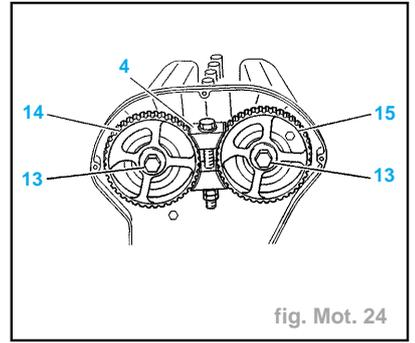

fig. Mot. 24
**Impératif :** Tout serrage ou desserrage des poulies d'arbres à cames doit être effectué à l'aide de l'outil (4).
- Sans déposer les piges (6) :
- mettre en place l'outil (4) (réf. 0153AJ) (fig. Mot. 24)
- desserrer les 2 vis (13)
- déposer l'outil (4)
- Serrer légèrement les vis (13) à la main afin d'obtenir :